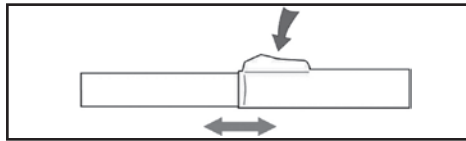

Fig. 3
3. El tubo telescópico puede alargarse o acortarse presionando el botón y deslizando el tubo hacia fuera o hacia dentro según sea necesario (fig. 3).